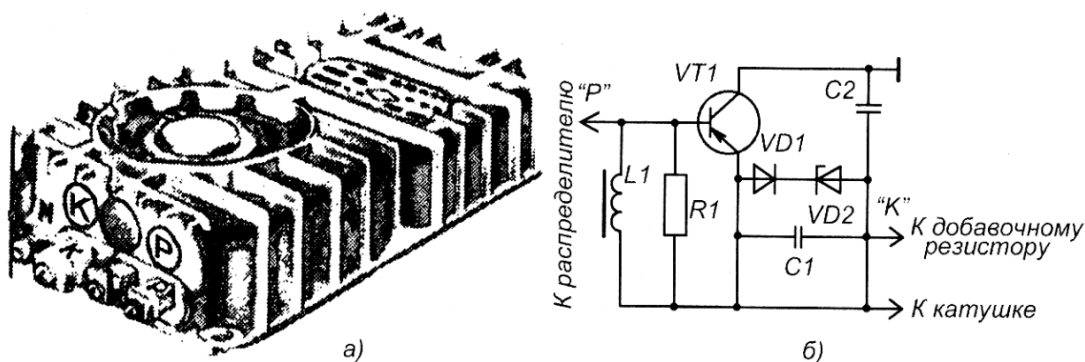

Рисунок 4.8 – Коммутатор ТК102 (а) и его электрическая схема (б)
8. На электрической схеме транзисторного коммутатора (рисунок 4.8 б) укажите направление тока при замкнутых и разомкнутых контактах прерывателя. Объясните назначение блока дополнительных резисторов, импульсного трансформатора, диода, стабилитрона и конденсатора С2.